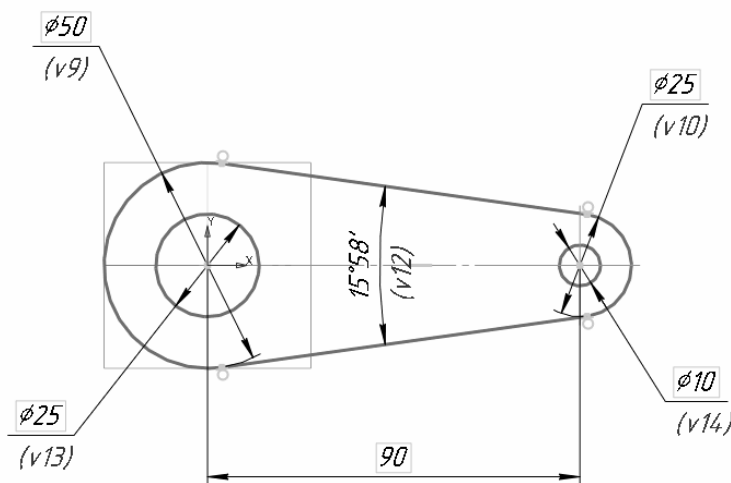

Рис. 8.2. Чертеж детали
1. **Построение 3D-модели.** Создайте эскиз детали в соответствии с чертежом, представленным на рис. 8.2. Выполните операцию выдавливания на расстояние **10 мм**.